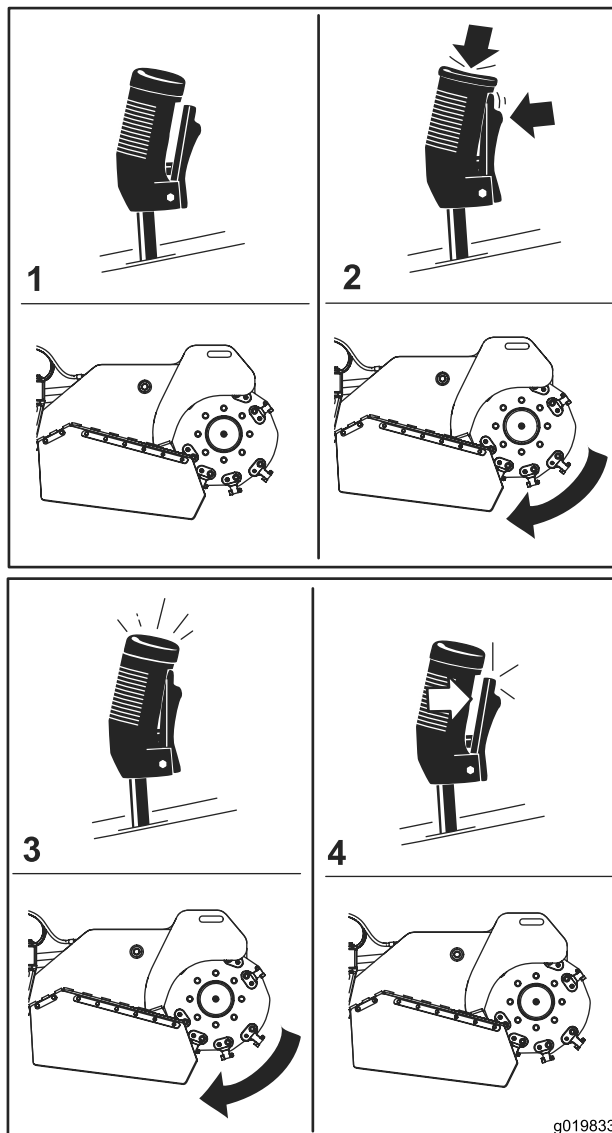

Figura 12
- Per avviare la trinciatrice (Figura 12), premete il pulsante a grilletto e poi il pulsante rosso in alto sulla leva. Avviata la trinciatrice, rilasciate il pulsante rosso.
- Per arrestare la trinciatrice (Figura 12), rilasciate il dispositivo di azionamento per più di mezzo secondo.